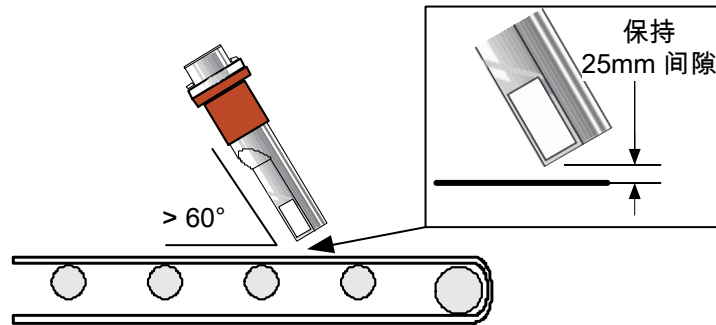

图 10: Hydro-Probe 倾斜  $45^\circ$  以减少堆积
- Hydro-Probe 主体可以与传送带呈  $90^\circ$  至  $60^\circ$  角以减少物料堆积。保持与物料流呈  $45^\circ$  角以及与传送带有  $25\text{mm}$  间隙非常重要，请参见图 10。